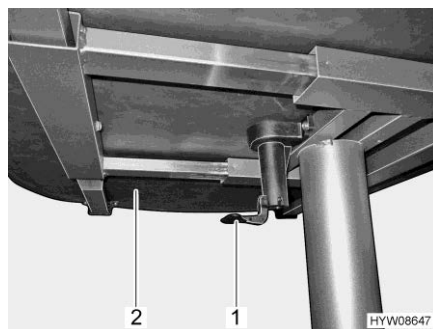

Fig. 132 Levier de déplacement du plateau de table
- Tirer le levier (Fig. 132,1) vers le bas ou l'enfoncer.
- Décaler le plateau de table (Fig. 132,2) dans la position désirée.